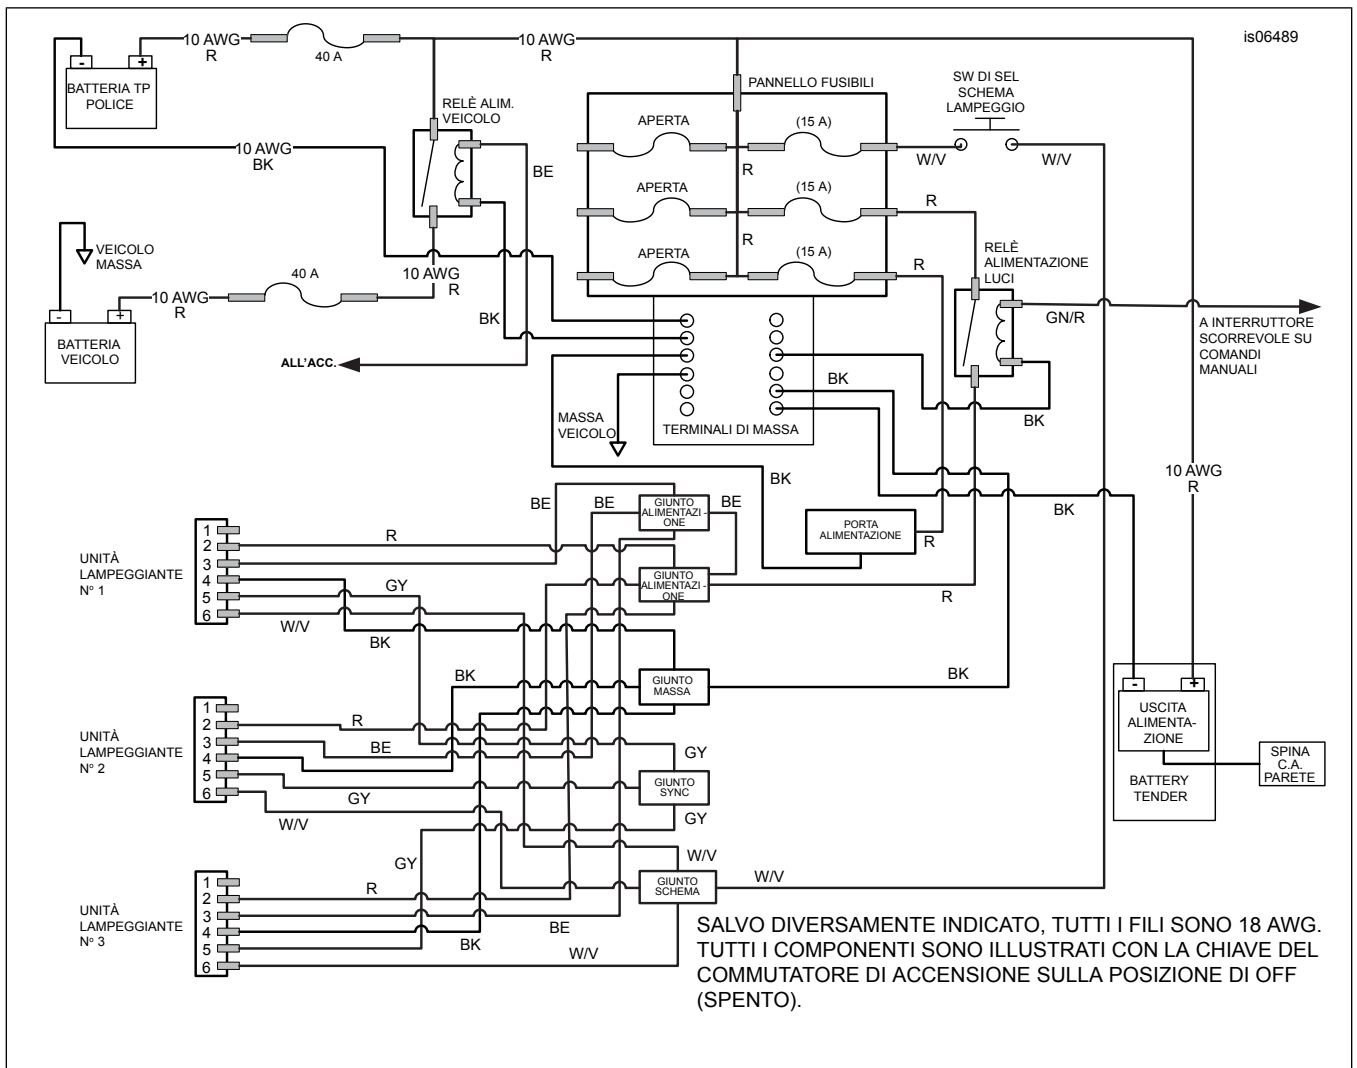
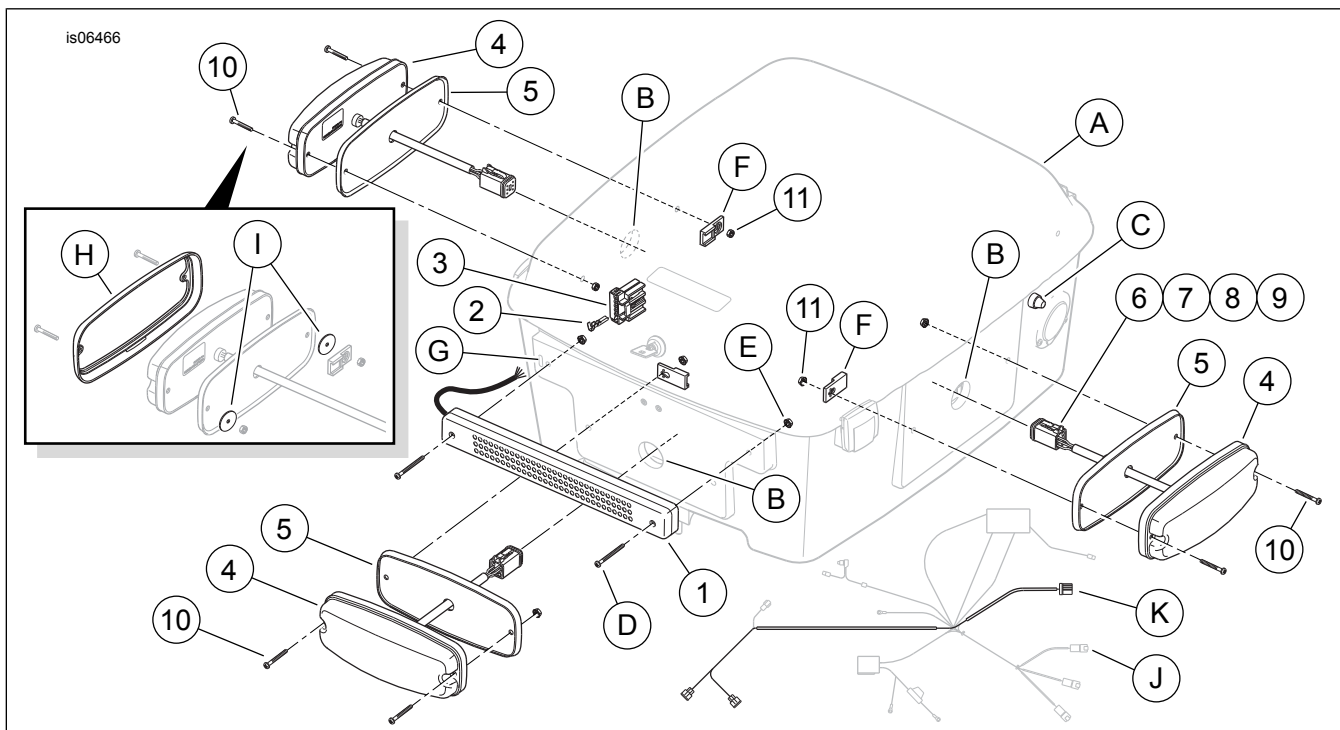

Figura 2. Schema elettrico; luci a LED 69816-10, 69940-10 o 69941-10 su Tour-Pak Police 53631-04, 53632-04, 54179-10 o 54180-10
Figura 3. Parti di ricambio, kit luci a LED per Tour-Pak Police
Vedere Figura 3 e Tabella 3.
1. Vedere Figura 3. Inserire il connettore (7) della luce a LED attraverso il foro grande (B) nel lato o nella parete posteriore del Tour-Pak (A). Per il corretto orientamento della luce, servirsi delle lettere pressofuse nella lente del LED.
- Rimuovere la luce di arresto ed eliminarla. Conservare la bulloneria di montaggio (D e E). Vedere Figura 3.
- Uno per volta, inserire i fili della **nuova** luce ausiliaria (1) attraverso il foro oblunco (G) sul lato posteriore sinistro del Tour-Pak. Installare la nuova luce STT utilizzando la bulloneria (D ed E) conservata al Punto 3.
- Vedere Figura 3. Rimuovere la parte femmina a sei vie (7) dai fili di una delle luci a LED (4) facendo riferimento alla sezione Connettori Deutsch nel manuale di manutenzione. Inserire la luce in una cornice per luce a LED (elemento H, pezzo di finitura, N° codice H-D 72641-10, disponibile separatamente). Inserire i fili della luce a LED attraverso il foro grande (B) nel lato o nella parete posteriore del Tour-Pak (A). Per il corretto orientamento della luce, servirsi delle lettere pressofuse nella lente del LED.
*Prima di stringere il dado, installare un fermo di ancoraggio (F) sulla filettatura della vite più a sinistra, come illustrato, all'interno del Tour-Pak **al di sopra** della rondella del parafrangente.*
*Vedere lo schema elettrico, Figura 2.*
18. Inserire l'interruttore a pulsante (C) attraverso il foro del Tour-Pak. Fissare il pulsante con relativa protezione di gomma (N° codice H-D 67880-94, acquistato separatamente).
19. Collegare le singole parti femmina Deutsch della luce a LED con le corrispondenti parti maschio del cablaggio della nuova luce a LED. Vedere Figura 2.